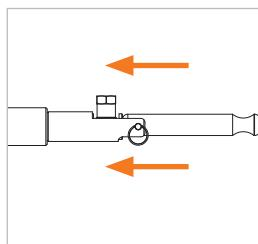

Abbildung 7
- ▶ Bewegen Sie den Adapter leicht in Richtung des Prüflings (*Abbildung 7*). Dadurch wird die Verbindung zum Prüfling gelöst und der Adapter kann gerade nach hinten abgenommen werden.